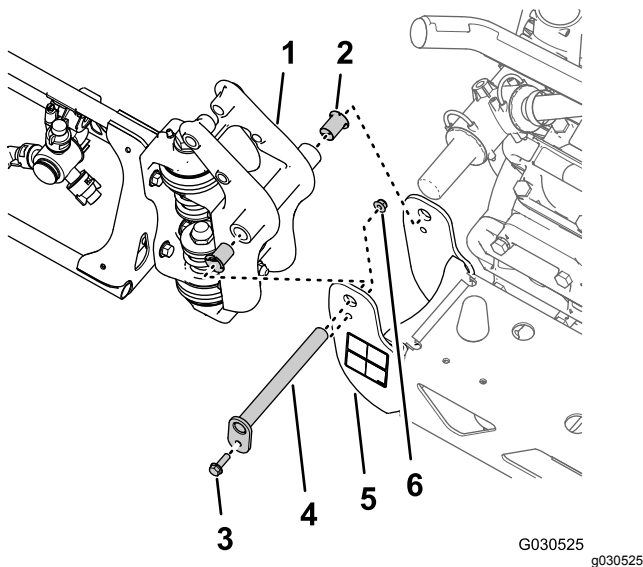

Figura 42
1. Retire o parafuso flangeado (5/16 pol. x 1 pol.) e a porca de bloqueio flangeada (5/16 pol.) que fixam o pino de articulação ao suporte da articulação (Figura 42).
- Retire o pino de articulação do suporte da articulação para a secção de pulverização central e a união da articulação para a secção de pulverização exterior (Figura 42).
- Separe a secção de pulverização exterior da secção de pulverização central e retire a secção exterior da máquina (Figura 42).
- Retire os dois casquilhos de flange de nylon da união da articulação da secção de pulverização exterior (Figura 42).